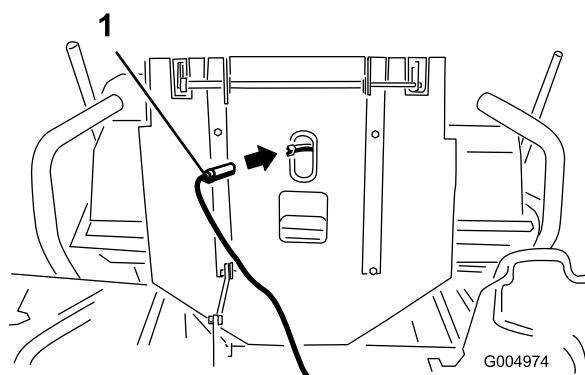

Figure 5
6. Débranchez le faisceau de câblage du siège au fond du siège (Figure 5).